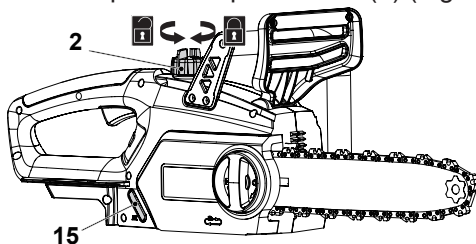

Fig. 9
1. Colocar o produto sobre uma superfície estável e nivelada com a tampa do tanque de óleo (2) virada para cima. Recomendamos a colocação de uma folha não inflamável debaixo do produto.
2. Desaperte e retire a tampa do tanque de óleo (2) (Fig. 9).